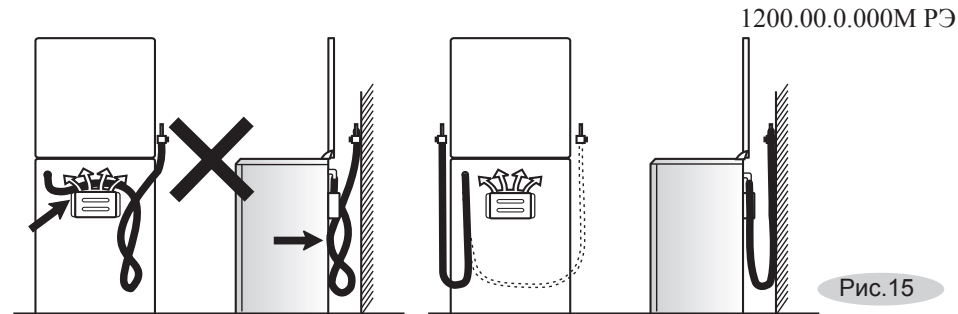

Рис.15
ПОМНИТЕ: После установки плиты на место обязательно проверьте положение гибкого шланга подвода газа и шнура питания (рис. 15). Они не должны проходить над дымоходом и касаться задней стенки плиты. Во время работы духовки там возникает большая температура, которая может их повредить.
- шланг не должен проходить в зоне горячего воздуха дымохода и касаться задней стенки плиты (рис.15);